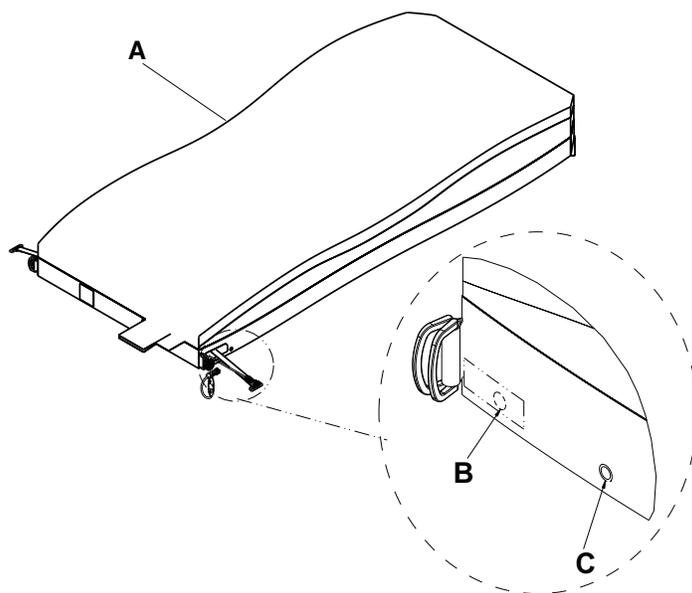

Figure 8 – Housse supérieure
5. Désenclencher les deux loquets de fixation (C) à chaque coin du côté pieds (Figure 8).
6. Désenclencher les deux attaches à chaque coin du côté pieds (B) (Figure 8).
8. Ouvrir la fermeture à glissière de la housse supérieure de la surface de support en démarrant par la housse inférieure et en utilisant la tirette de fermeture à glissière ou un dispositif équivalent (A) (Figure 8), puis en arrêtant au milieu du côté opposé (D).